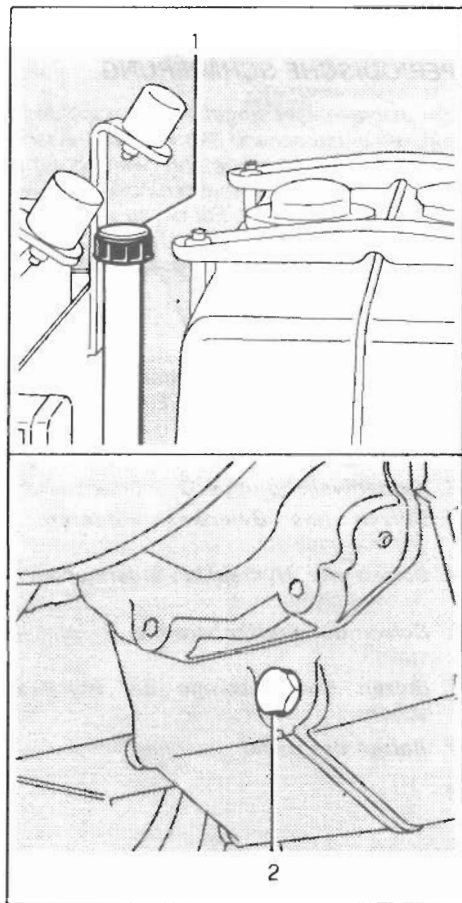

Fig. 15 - Bild 15
Scatola del cambio: controllare il livello dell'olio (vedere la fig. 15); allo scopo svitare il tappo dotato di asta (1). Il livello è regolare quando si trova in corrispondenza della tacca superiore (MAX.).
Gearbox: check oil level (see fig. 15); to do so screw out stick-filler (1); oil level is correct when it is close to the top mark (MAX.).
Boîte de vitesses: vérifier le niveau de l'huile (voir fig. 15); dans ce but dévisser le bouchon à jauge (1); le niveau est correct quand il se trouve à proximité de l'encoche supérieure (MAXI).
Schaltgetriebe: Ölstand prüfen, durch Abschrauben des mit Messstab versehenen Verschlussdeckels (1) (siehe Bild 15). Der Ölstand muss auf gleicher Höhe der oberen Marke (MAX) liegen.
Scatola del cambio: sostituire l'olio (vedere la fig. 15). Togliere il tappo di scarico posto sotto la scatola cambio (2) ed il tappo con asta (1) per facilitare lo scarico. Abbassare completamente i bracci del sollevatore per permettere lo svuotamento totale dell'olio nel martinetto; lasciare sgocciolare. Rifornire quindi con olio prescritto dopo aver rimesso il tappo inferiore; avviare il motore per alcuni istanti per riempire completamente le tubazioni del sistema idraulico e verificare nuovamente il livello.
Gearbox: change oil (see fig. 15). Remove the drain plug located under the gearbox (2) and dipstick plug (1) to make drain easier. Bring to the bottom position the lifter arms to make oil come out from the actuator; let oil drip out. Refill with the prescribed oil after replacing the lower plug; start engine a few seconds to replenish the hydraulic system piping and check level once again.
Boîte de vitesses: changer d'huile (voir fig. 15). Enlever le bouchon de vidange situé au dessous de la boîte du changement de vitesse (2) et le bouchon à jauge (1) pour faciliter l'évacuation. Caler entièrement les bras du relevage pour permettre la vidange totale de l'huile du vérin; laisser égoutter. Refaire le plein avec l'huile indiquée après avoir positionné le bouchon inférieur: lancer le moteur pour quelques minutes afin de remplir parfaitement les tuyauteries du système hydraulique et vérifier le niveau une fois encore.